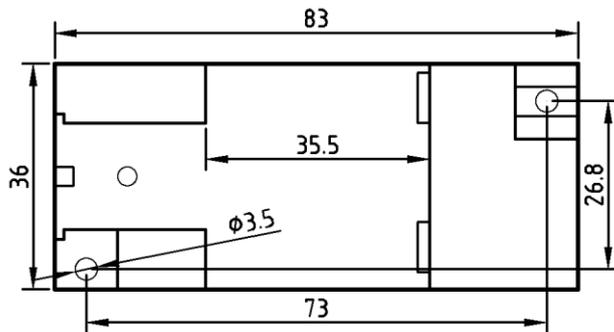

图5 安装尺寸图
产品采用 DIN35 导轨式安装或螺钉固定安装, 其安装尺寸如图 5 所示(单位 mm)。
- ① 按图 5 所示的螺孔位置在固定板上打直径为 4mm 孔;
- ② 使用小于  $\Phi 3.5$  的螺钉插入孔中固定。